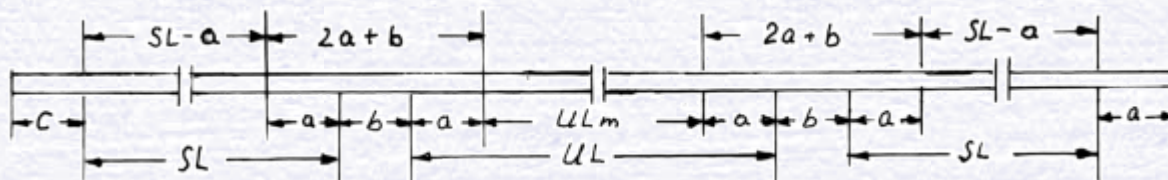

Abb. 7
- b. Die Schnur anzeichnen und auf der Wickelmaschine umwickeln (das Maß "b" durch Versuch festlegen -Abb. 7).